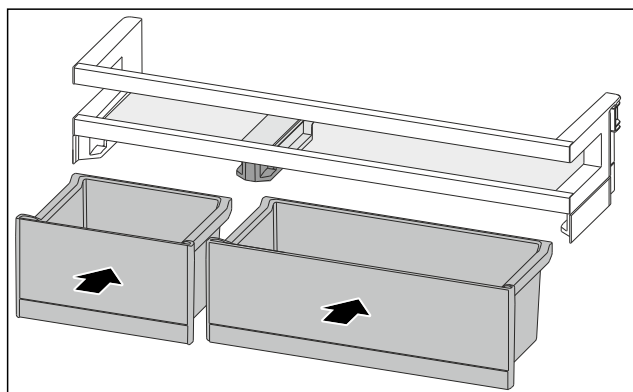

Fig. 88
- Włożyć VarioBox w innym rozmieszczeniu. (patrz Fig. 88)